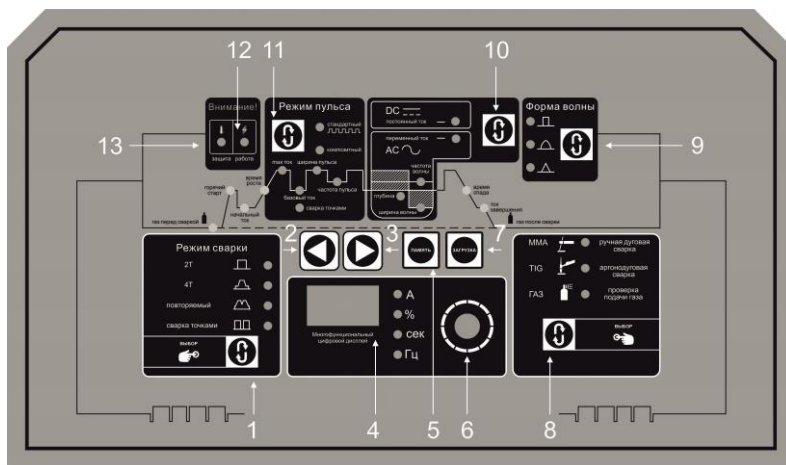

Рис.3. Панель управления
1. Нажмите кнопку «ЗАГРУЗКА» (Рис.3, п.7) для выбора номера программы. Для перехода к следующей или другой программе нажмите на кнопку «ЗАГРУЗКА» повторно.
1. Выберите номер программы для выбранного параметра при помощи кнопки «ЗАГРУЗКА» (Рис.3, п.7).
2. Установите значения параметров при помощи ручки выставления параметров (Кодера) (Рис.3, п.6). Переход к выбранному параметру осуществляется при помощи кнопок выбора параметров (Рис.3, п.2,3).
3. Сохраните выбранный номер программы для выбранного и установленного параметра в памяти, нажав кнопку «ПАМЯТЬ» (Рис.3, п.5). Дисплей мигает, указывая на сохранение номера программы в памяти сварочного аппарата (Рис.3, п.4).
С помощью переключателя режимов выберите режим TIG (Рис.3, п.8).
Откройте вентиль на газовом баллоне. Для подачи газа нажмите кнопку на горелке и установите расход защитного газа с помощью редуктора. Проверьте подачу газа нажатием кнопки проверки газа (Рис.3, п.8). Установите значение тока в соответствии с толщиной заготовки и видом материала (смотрите таблицы 5-9 в разделе «В помощь сварщику»).